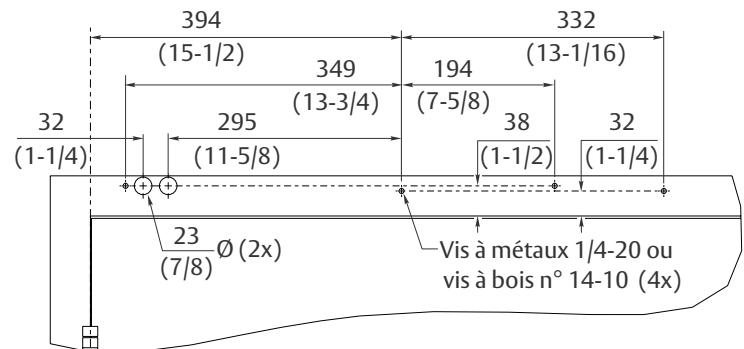

Figure 3 Ouverture à droite illustré
4. A l'aide du gabarit détaillé de la page 15, préparer quatre (4) trous pour des vis à métaux 1/4-20 x 12,7mm (1/2") ou des vis à bois n° 14-10 x 63,5mm (2-1/2"). Il est suggéré d'utiliser un écrou à sertir (par un tiers) pour les cadres creux en métal ou en aluminium non renforcés. (Figure 3)
5. Pour le montage de conduits dissimulés (le cas échéant): Préparer deux (2) trous de 22mm (7/8") de diamètre pour le conduit, pour l'entrée d'alimentation et pour les fils de l'interrupteur/capteur.